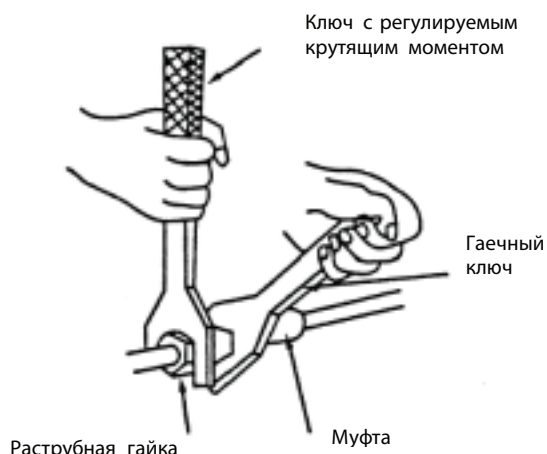

Рис. 7
2. Выверните центр раструба соединительного шланга с соответствующими коническими соединительными поверхностями внутреннего и внешнего блока, затем вручную закрутите соединительную гайку. Затем закрепите её при помощи гаечного ключа, как показано на Рис. 7, приложив усилие согласно Таблице 1.